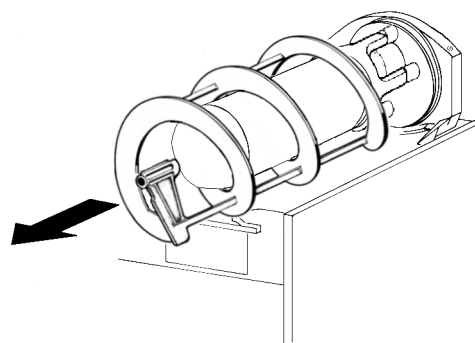

figura 8
- 3 Sfilare dall'evaporatore la spirale esterna (vedere figura 8) e